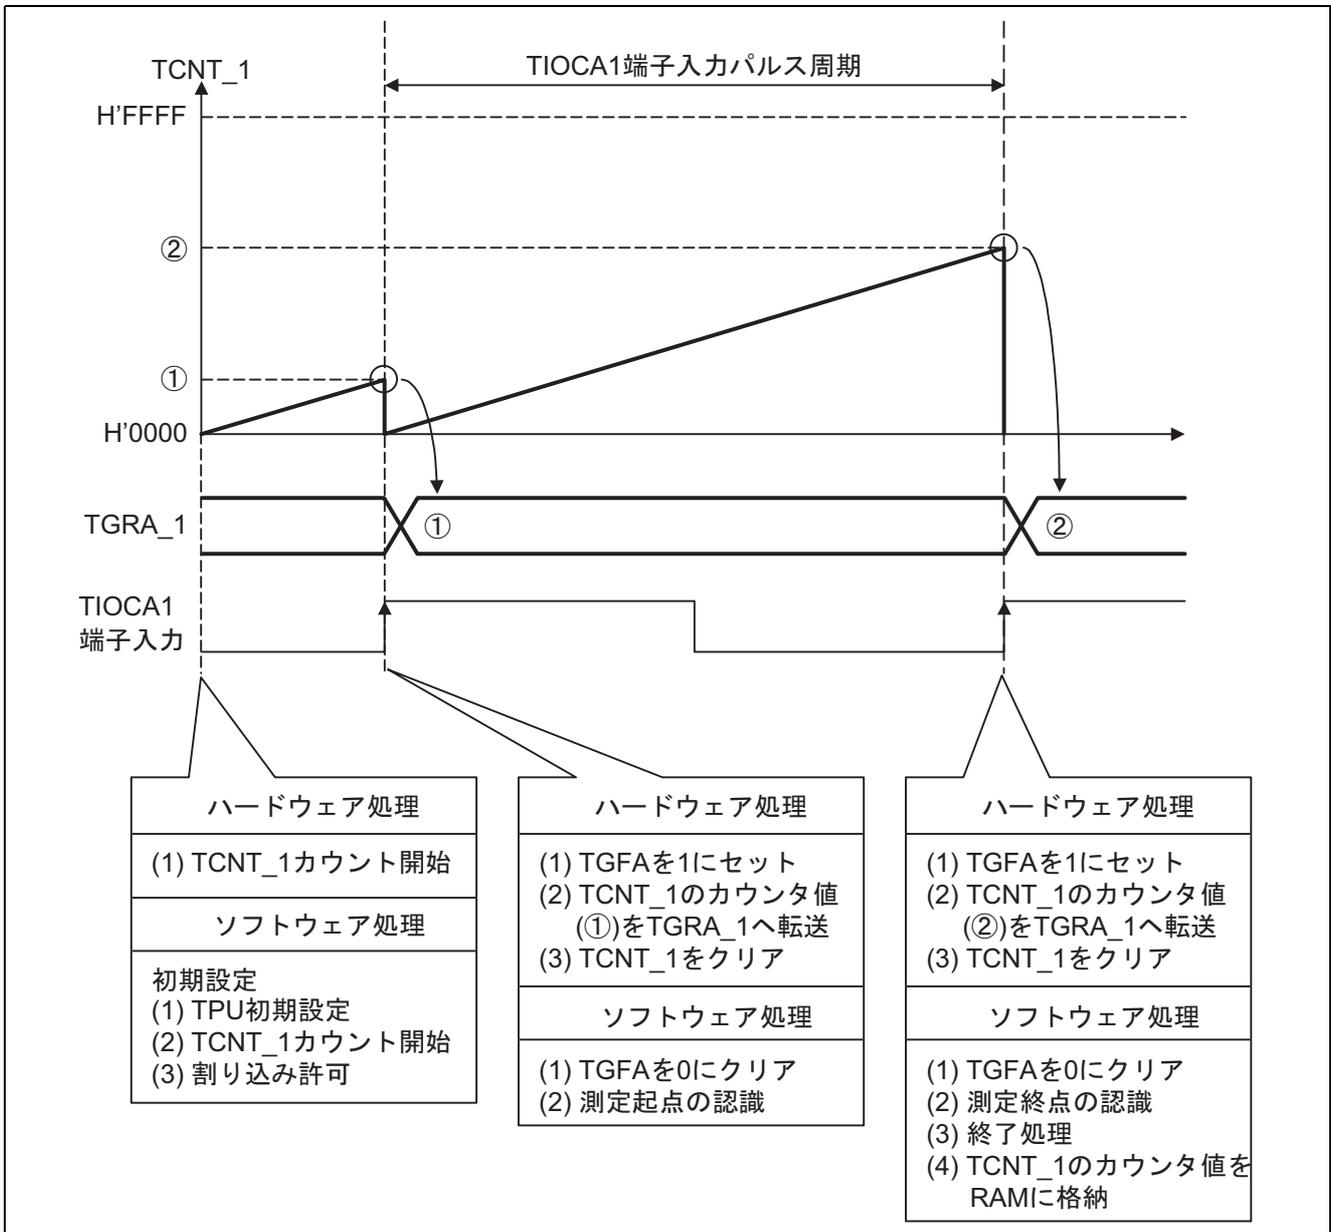

図3 動作説明
- 図3に動作説明を示します。図3に示すようなハードウェア、ソフトウェア処理により、TPUのインพุットキャプチャ機能によるパルス周期測定を行います。